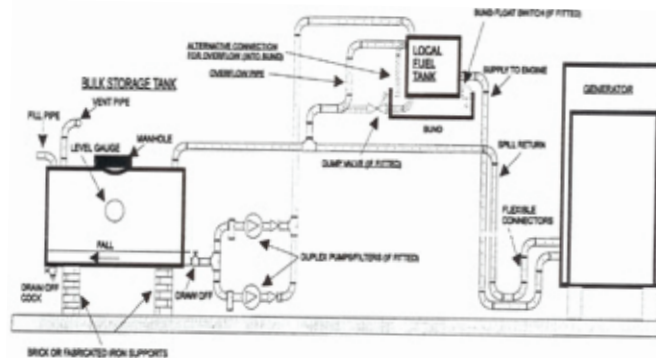

Рис. 5.2. С промежуточным топливным баком
### 5.6. С промежуточным топливным баком (Рис. 5.2)
1. Автоматический дуплексный насос для перекачки топлива и система первичной фильтрации для запуска резервного насоса на случай выхода из строя основного насоса. Перекачивающие насосы должны быть рассчитаны на подачу полного объема топлива, необходимого для двигателя, то есть, из расчета объема потребляемого топлива и объема возврата из-за перелива (Рис. 5.2.);
Детали подсоединения указанного оборудования показаны на Рис. 5.2.